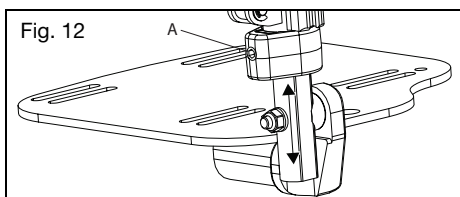

Fig. 12
- Afloje el tornillo prisionero (Fig. 12:A) con una llave Allen de 4 mm.